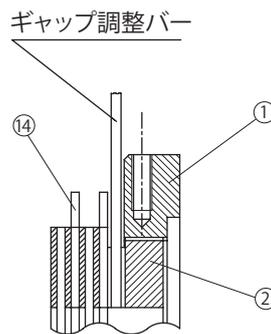

図 8-16
フィールド④側から見て左に回すとギャップが狭くなります。(図 8-16 参照)
- (4) アウターディスク⑭とセンターリング①の間には、取付ボルト③と固定ボルト①が交互に6本ずつ通っているため、ギャップ調整バーを回していくとそれらのボルトに当たります。ギャップ調整ネジ②には8等配の溝があり、ギャップ調整バーがボルトに当たるごとに(3)を繰り返して、ギャップ G を規定値に調整します。
- (5) ストッパー⑬を、規定ギャップに最も近い溝とネジ穴の点を選び取り付けてください。
- (6) ブレーキの手動解放を元の状態に復帰させた後、電源を入・切してブレーキ動作を確認してください。
- (7) ファン⑦、カバー⑧を取り付けます。この時ファンセットボルト⑩には、スリーボンド TB2365 を塗布してください。